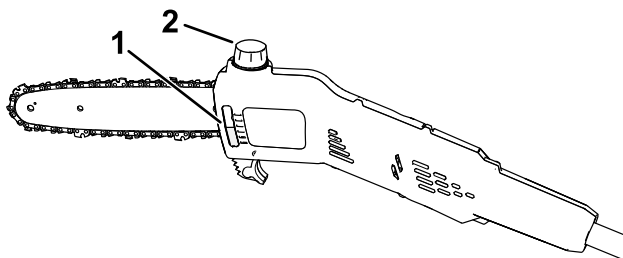

図 15
2. ウィンドウからオイルレベルをチェックする。オイルがウィンドウまで達しない場合は、必要に応じてバーとチェーンオイルを補充します **図 15**。
4. 燃料タンクのキャップ周りを清掃します (**図 15**)。
5. キャップを外し、バーとチェーンオイルをポールソーに注ぎ、タンクが一杯になるまで充填します (**図 15**)。